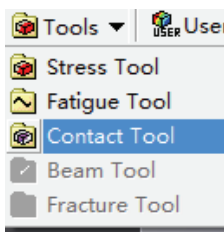

图 8-35 添加接触工具
1) 选择 Solution 工具栏中的 Tools>Contact Tool, 如图 8-35 所示, 或右键单击